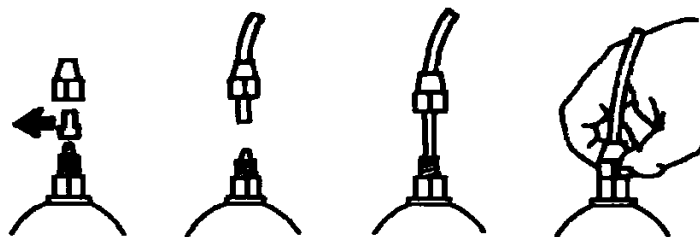

Abb. 7
e.- Die beiden Schutzkappen von den Anschlüssen entfernen, die Leitungen an den entsprechenden Kegelschlüssen vollständig einführen und mit den zugehörigen Nutmuttern befestigen (Abb. 7).